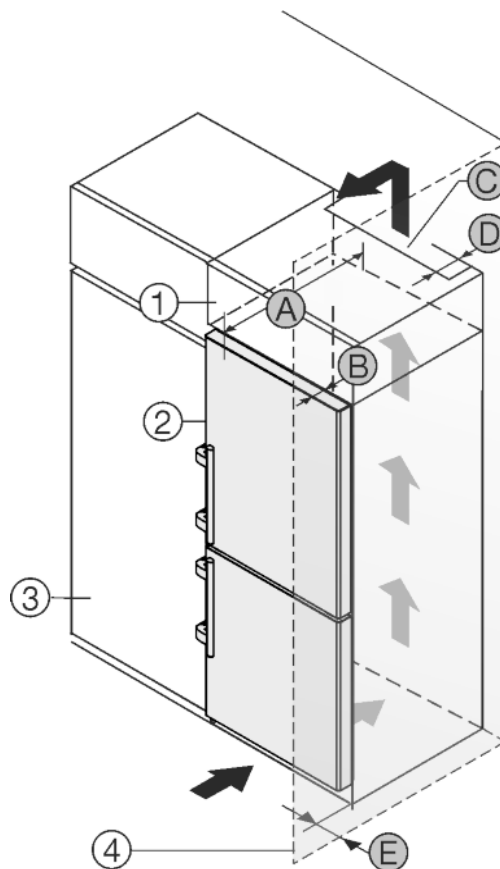

Fig. 42
Spotřebič lze zabudovat do kuchyňských skříní. K vyrovnání spotřebiče Fig. 42 (2) na výšku kuchyňské linky lze na přístroj nasadit nástavec Fig. 42 (1).
Spotřebič lze instalovat přímo vedle kuchyňské skřínky Fig. 42 (3). Aby bylo možné dvířka plně otevřít, musí spotřebič přesahovat o hloubku Fig. 42 (B) vůči přední linii kuchyňské skřínky. V závislosti na hloubce kuchyňských linek a použití vymezovačů odstup od stěny může spotřebič vyčnívat dále.
- Na zadní straně skříňky nástavce musí být větrací šachta hluboká alespoň hloubku Fig. 42 (D)mm přes celou šířku nástavce skříňky.
- Pod stropem místnosti musí být dodržen ventilační průřez Fig. 42 (C).
Pokud je spotřebič se závěsy instalován vedle stěny Fig. 42 (4), musí být dodržena vzdálenost Fig. 42 (E) mezi spotřebičem a stěnou. To odpovídá přesahu madla při otevřených dveřích.